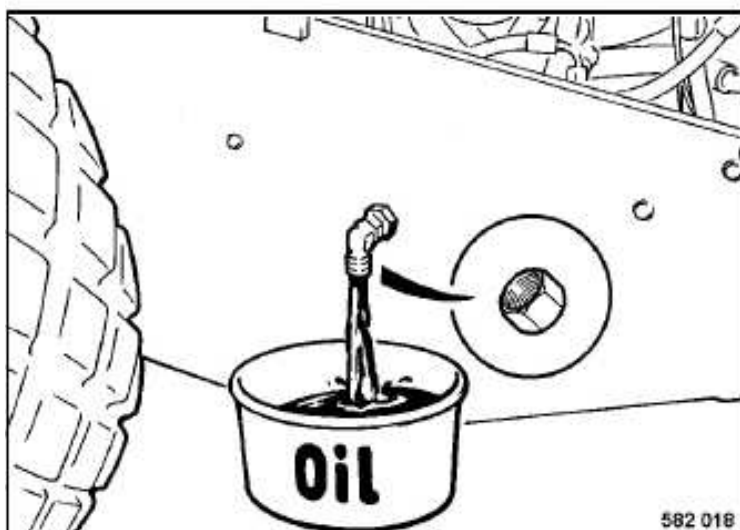

Fig. 106
- Desenroscar el tornillo de descarga (Fig. 106) y recoger el aceite usado saliendo.